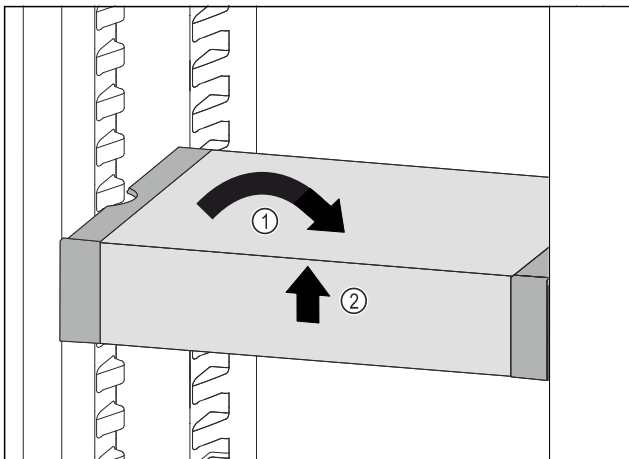

Fig. 49
- ▶ Remettre le VarioSafe droit. Fig. 49 (1)
- ▶ Soulever la partie avant du VarioSafe. Fig. 49 (2)